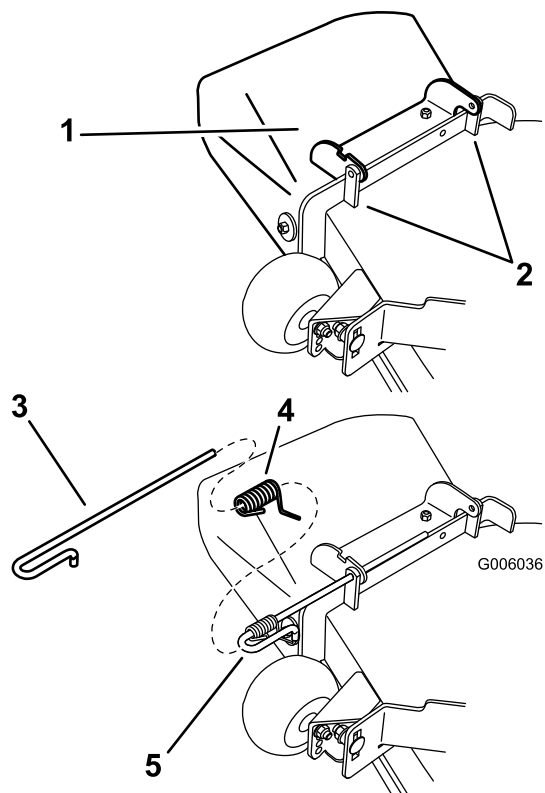

Bild 69
1. Entfernen Sie die Feder von der Kerbe in der Ablenkblechhalterung und schieben Sie die Stange aus den geschweißten Mähwerkhalterungen, der Feder und dem Auswurfablenkblech (Bild 69). Entfernen Sie defekte oder abgenutzte Auswurfkanäle.
- Positionieren Sie das neue Auswurfablenkblech mit den Halterungsenden zwischen den geschweißten Halterungen am Mähwerk, wie in Bild 69 dargestellt.